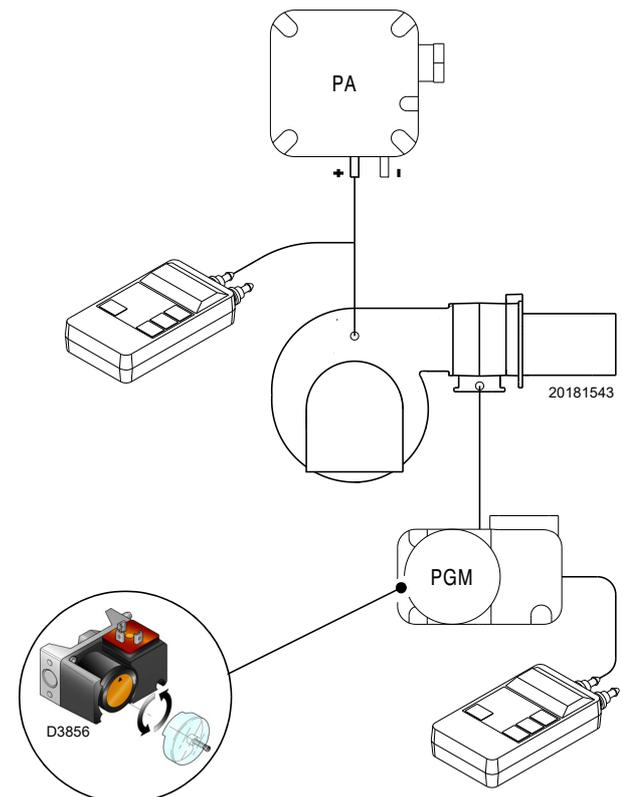

Fig. 35
- Régler le pressostat gaz maximum (Fig. 35 à la page 34) en fin d'échelle.
Effectuer le réglage du pressostat gaz seuil maximum (Fig. 35) après avoir effectué tous les autres réglages du brûleur avec le pressostat gaz seuil maximum réglé en fin d'échelle.